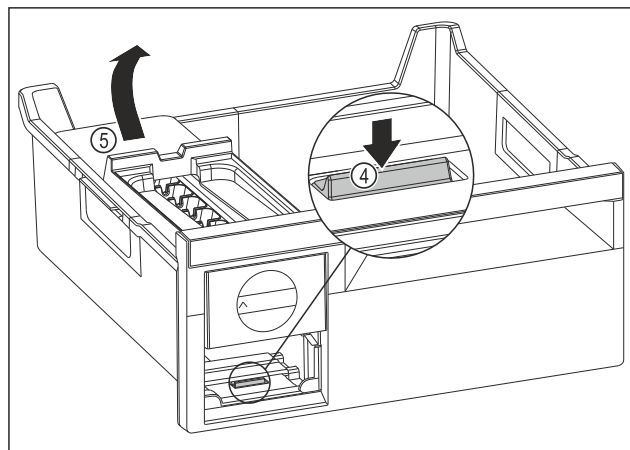

Fig. 143
- Ta ut EasyTwist-Ice-enheten: Tryck ned skenan Fig. 143 (4) med fingret och lyft samtidigt EasyTwist-Ice-enheten Fig. 143 (5) bakifrån med andra handen.